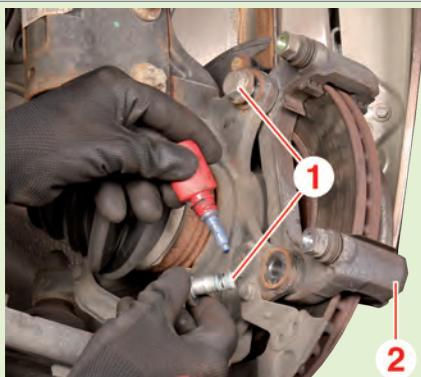

Fig.6
- Mettre en place le support d'étrier (2) (Fig.6).
- Approcher à la main des vis neuves (1).